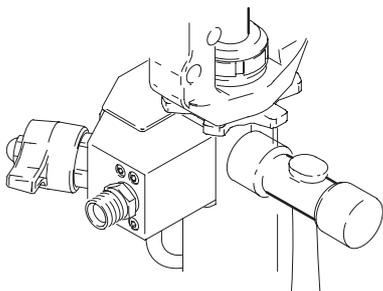

Abb. 11
4. Abb. 11. Mit einem Plastikhammer fest auf die Sicherungsmutter klopfen, um sie zu lösen. Pumpe abschrauben.